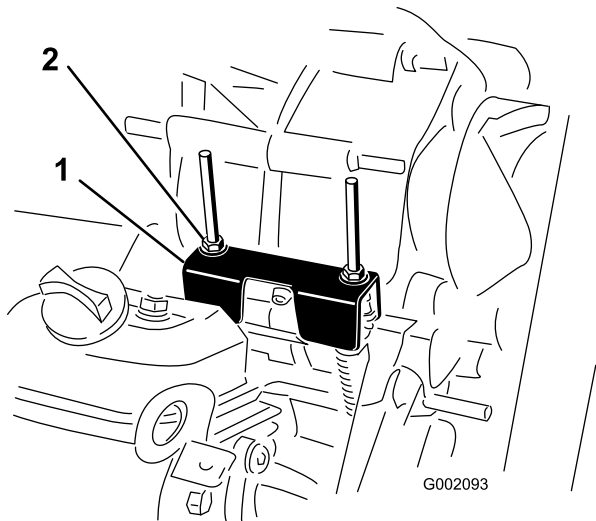

Bild 64
Wenn Sie regelmäßige Wartungsarbeiten und/oder eine Motordiagnostik durchführen, müssen Sie das Getriebe in den LEERLAUF schalten (Bild 64). Der Ganghebel der Maschine hat eine NEUTRAL-Stellung, die den Leerlauf des Getriebes festlegt. Treffen Sie die folgenden Maßnahmen, um sicherzustellen, dass der Ganghebel in der Leerlaufstellung die Antriebsachse auch richtig auf Leerlauf schaltet:
2. Stellen Sie sicher, dass die Leerlaufhalterung in der NEUTRAL-Stellung ist (mit der Kabelbefestigungshalterung unter der Ganghalterung nivelliert), indem Sie die Antriebskupplung drehen (Bild 64).
3. Drehen Sie eine der Sicherungsmuttern (Bild 64), um einen Abstand von 0,762 mm bis 1,524 mm zwischen der Unterseite der Mutter bzw. Scheibe und der Leerlaufhalterung zu erhalten.